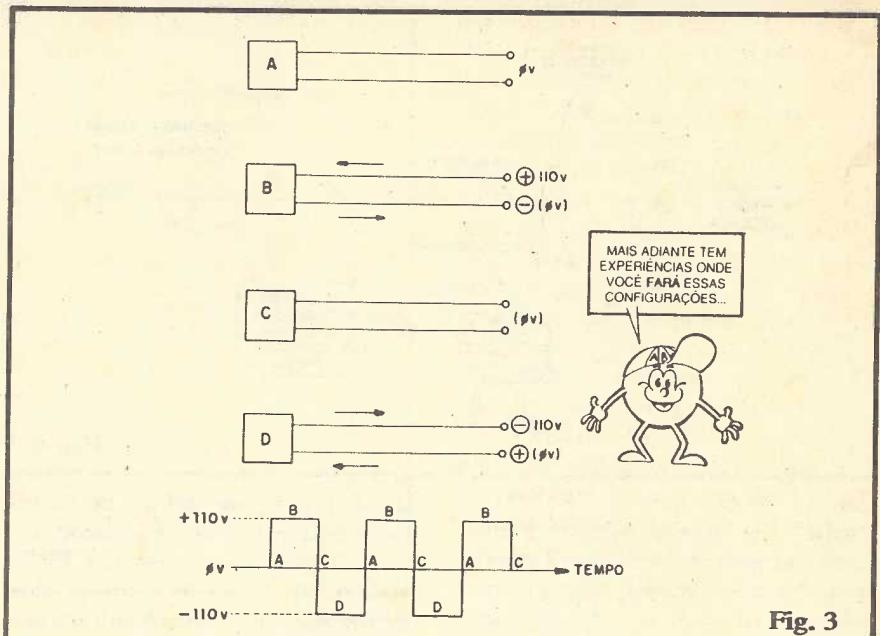
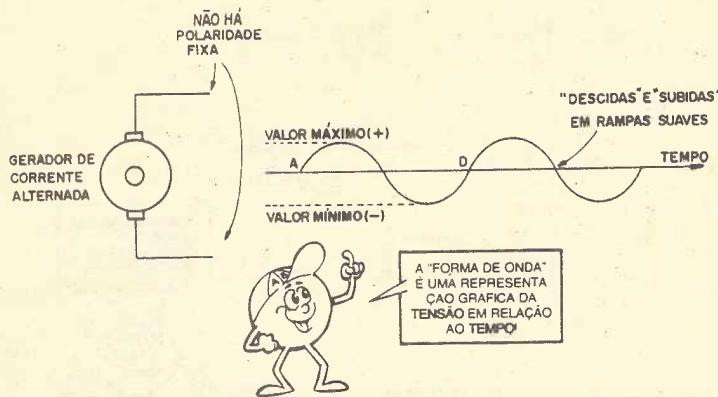

Fig. 3
Fig. 4
Entretanto, essa (Corrente Contínua) não é a única forma de se fornecer corrente a um circuito! A energia elétrica também pode se fazer presente na forma de CORRENTE ALTERNADA, ou seja: fornecida por um gerador ou fonte cuja **polaridade** se **inverte** ou se **alterna** num ritmo constante! Vamos analisar o “comportamento” de uma fonte de CORRENTE ALTERNADA, a partir da fig. 3:
- FIG. 3 - Em princípio, a “caixa” mostrada na figura, não difere muito de uma pilha: é uma fonte de corrente elétrica, dotada de **dois** polos ou terminais de saída... No entanto, essa “caixa” da fig. 3 apresenta uma característica que a difere de uma pilha: ao longo do **TEMPO**, a polaridade dos seus terminais se modifica, se inverte ou alterna, constantemente, dentro de um “ritmo”! As letras A,B,C e D indicam a **cronologia** dos eventos, ou seja: acontece primeiro a condição A, depois B, em seguida C e assim por diante... Analisemos essa sequência de eventos:
considerar os dois “furinhos” da tomada como os dois polos da nossa “caixa”, o comportamento (polaridade) será muito parecido com o ilustrado na fig. 3, ou seja: o **POSITIVO** e o **NEGATIVO** se alternam, constantemente, dentro de um ritmo determinado (no caso, **60 vezes por segundo**, o que se diz, tecnicamente, numa **frequência de 60 Hertz**). Tem, porém, uma importante diferença entre o gráfico da fig. 3 e a C.A. (Corrente Alternada) presente aí na tomada: a **FORMA de onda**!
- FIG. 4 - Pelas especiais características dos geradores da Cia. de Eletricidade (que estão lá nas usinas hidroelétricas ou termoelétricas...) a alternância da polaridade **não se dá** (na C.A. domiciliar...) de forma brusca e instantânea (**não “vai” de zero a positivo ou de zero a negativo em “tempo zero”**, como sugere o gráfico no fim da fig. 3...). Na verdade, a transição de polaridade e de “voltagem” ocorre, na C.A. domiciliar, de forma relativamente “suave”, com suas “subidas” e ‘descidas’ na forma de “rampas”... Sua representação gráfica (fig. 4) parece uma sequência formada por letras “S” deitadas, numa configuração que, em matemática e geometria, chamamos de **SENÓIDE** (daí o nome de “**SENOIDAL**” dado à forma de onda da C.A. domi-
liar...). Notar que a TENSÃO “sobe” de forma relativamente lenta, do zero até um “pico” **positivo**, descendo depois, também em relativa lentidão, em direção ao zero, prosseguindo essa “descida”, ainda em rampa suave, até um “pico” **negativo** (ou “vale”, como dizem os técnicos...), do qual novamente sobe, na mesma configuração de rampa, até o zero, e assim por diante. À essa sequência de situações (do zero ao positivo, novamente ao zero, depois até o negativo, retornando ao zero...), dá-se o nome de **UM CICLO** (o que ocorre entre os pontos A e D do gráfico da fig. 4).